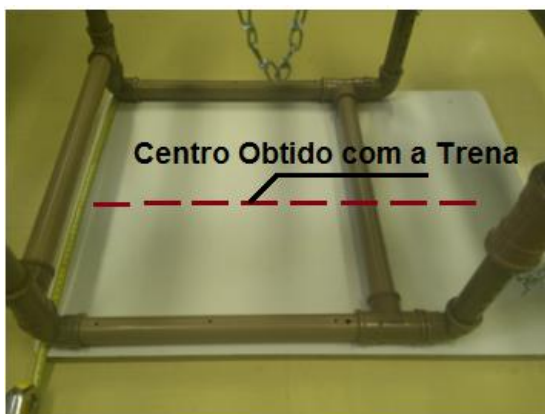

Figura 58. Fixação da chapa base - Passo 2
- Passo 2: Centralize toda estrutura, numa chapa de MDF com as dimensões 700X520X20 mm, conforme a figura 58;